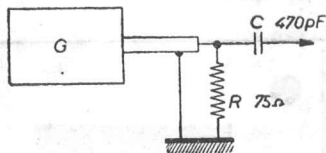

Fig. 1
Générateur branché sur câble liaison sélecteur, suivant figure 1.
Générateur branché sur G1 de L6 suivant figure 1.
a) Générateur branché sur G1 de L8 (suivant figure 1).
b) Générateur branché sur G1 de L6 (suivant figure 1).
c) Attaque sur point de mesure sélecteur (suivant figure 1).